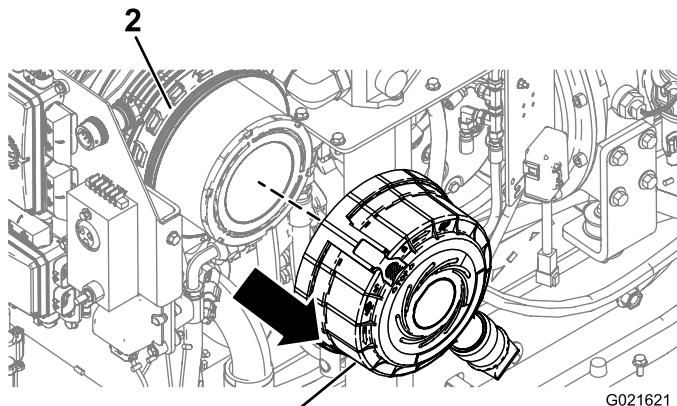

Figura 80
7. Separe la tapa del limpiador de aire de la carcasa del filtro y retire la tapa (Figura 80).
- Alinee la tapa del filtro del limpiador de aire con la carcasa del filtro (Figura 80).